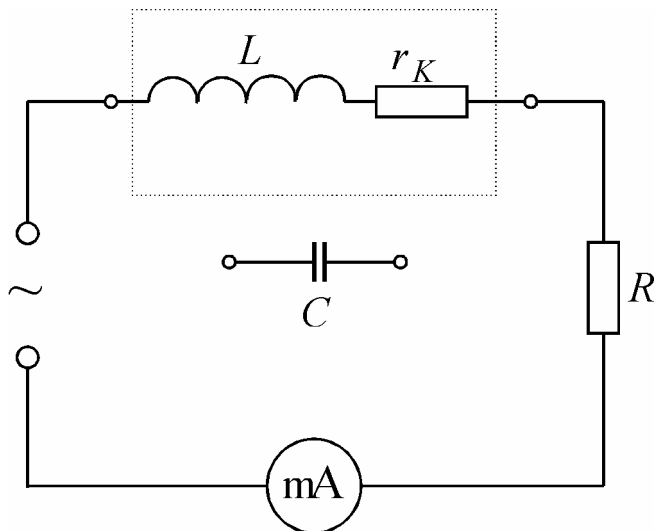

Рис. 8
1. Собрать электрическую цепь, рис. 8
3. Заменить в электрической цепи схемы (рис. 8) катушку индуктивности на конденсатор и провести измерения тока I , напряже-